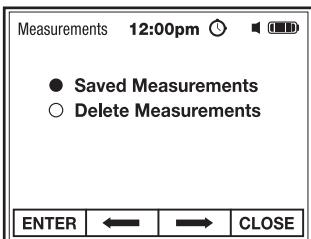

Fig. 17
1. Utilice los botones de función para seleccionar e INGRESAR Mediciones Borradas (Fig 17).
1. Utilice los botones de función para acceder a las mediciones guardadas (Fig. 17).